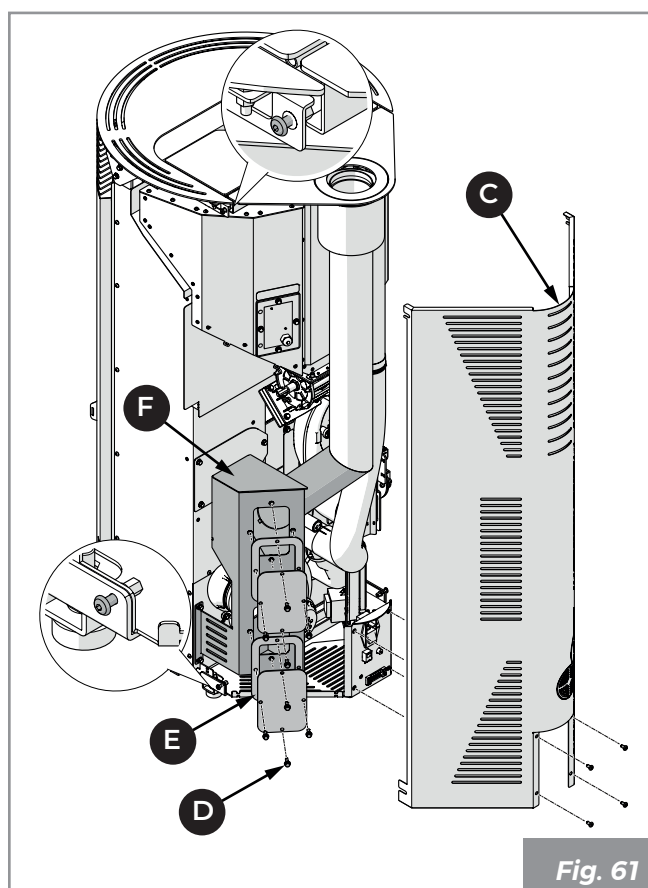

Fig. 61
- Démontez le panneau arrière du poêle (C) (Fig. 61).
- Dévisser les vis (D) et retirer les bouchons (E) pour accéder au collecteur de la fumée (F).